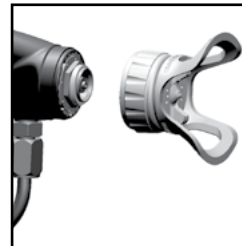

Bild 4
1. Entfernen Sie die Luftkappe zusammen mit der Sprühspitze. (Siehe Bild 4)
5. Tauschen Sie die Luftkappe zusammen mit der Sprühspitze aus (siehe Bild 4).